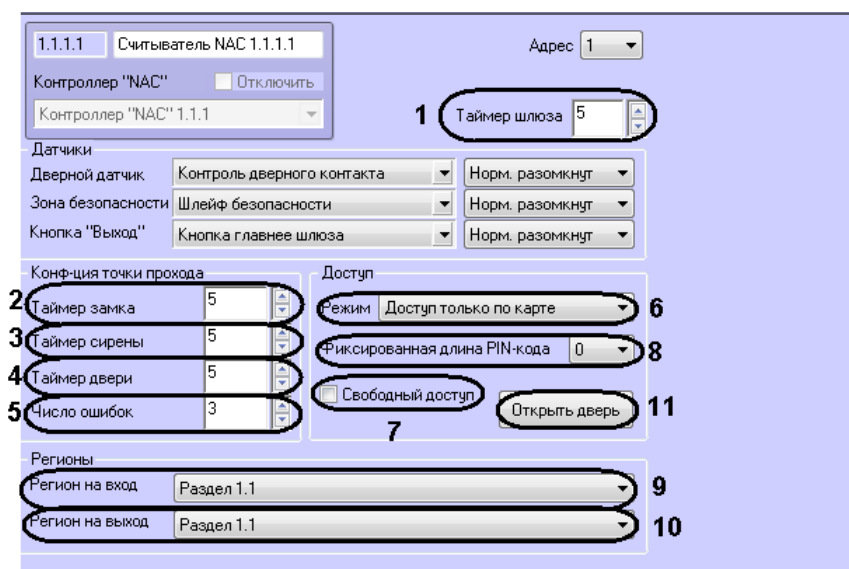

Рис. 3.5—1 Настройка считывателя
1. В поле **Таймер шлюза** указать время в секундах, определяющее максимальное время нахождения дверей шлюза в открытом состоянии (Рис. 3.5—1, 1).
2. В поле **Таймер замка** ввести время в секундах, в течение которого замок двери открыт (см. Рис. 3.5—1, 2).
3. В поле **Таймер сирены** ввести время в секундах, соответствующее продолжительности тревожного сигнала (см. Рис. 3.5—1, 3).
4. В поле **Таймер двери** ввести время в секундах, в течение которого допускается открытое состояние двери (см. Рис. 3.5—1, 4).
5. В поле **Число ошибок** ввести количество неудачных попыток доступа, превышение которого вызовет тревожное событие в автономном режиме работы контроллера (см. Рис. 3.5—1, 5).
6. Выбрать режим прохода через данный считыватель из соответствующего списка (см. Табл. 3.5—1, Рис. 3.5—1, 6).
7. Установить флажок **Свободный доступ**, если необходимо предоставлять доступ без предъявления карты доступа и ввода PIN-кода (см. Рис. 3.5—1, **7**).
8. Выбрать используемую длину PIN-кода из соответствующего списка (см. Рис. 3.5—1, **8**).
9. Из раскрывающегося списка **Вход в** выбрать объект **Раздел**, соответствующий территории, расположенной со стороны выхода через считыватель (см. Рис. 3.5—1, **9**).
10. Из раскрывающегося списка **Выход из** выбрать объект **Раздел**, соответствующий территории, расположенной со стороны входа через считыватель (см. Рис. 3.5—1, **10**).
Для ручного открытия двери необходимо нажать кнопку **Открыть дверь** (см. Рис. 3.5—1, **11**).